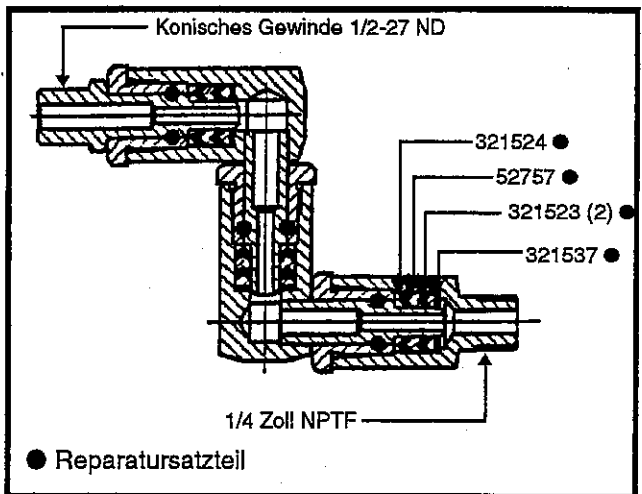

Abbildung 5: Universaldrehzapfenbaugruppe 52752
* 398719-1 Zur Verwendung mit der Drehzapfenbaugruppe 52752 (Abbildung 5)